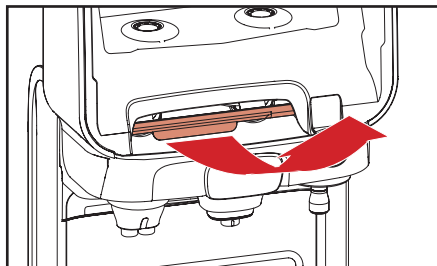

Fig. 5.5 - Trekk ut utløsningsbarren
3. Trekk det røde båndet bar for å åpne rensmiddel beholderen (fig. 5.5).
- a. Trekk den røde utløserarmen for åpning av utløpsrommet (fig. 5.5).